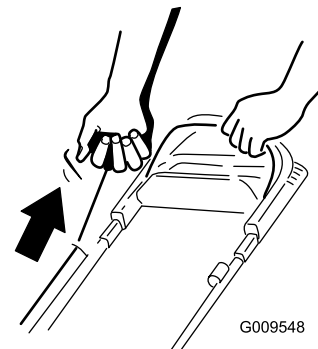

Figura 15
2. **Figura 15** Tirate leggermente la stegola dell'avviatore autoavvolgente fino ad avvertire una certa resistenza, quindi date uno strappo e lasciate che ritorni lentamente al guidacavo sulla stegola.